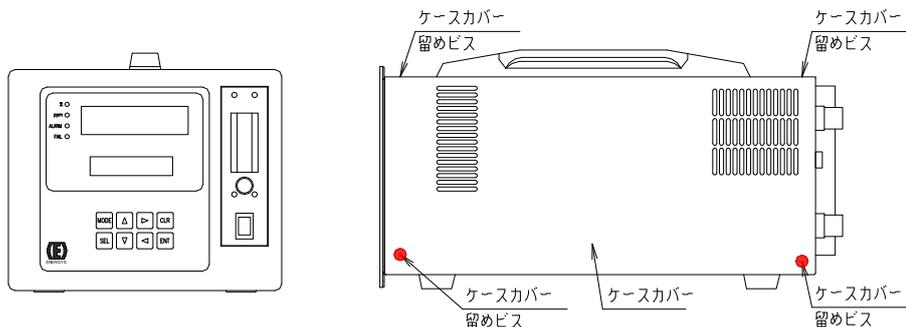
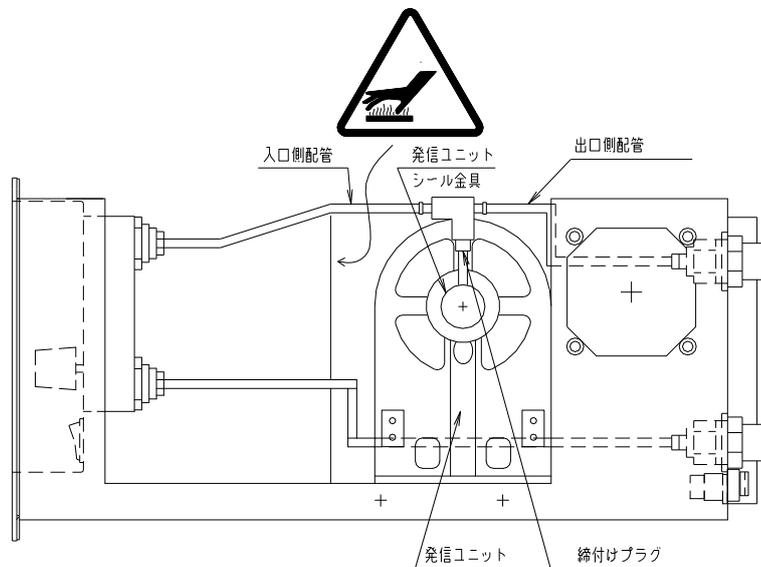

Fig. 1
Fig. 2
- (12) ガス入口側配管, 出口側配管を接続します。 Fig. 2 参照
- (13) リーク試験を実施します。・・・（18 頁参照）
- (14) ケースカバーをビス留めします。 Fig. 1 参照